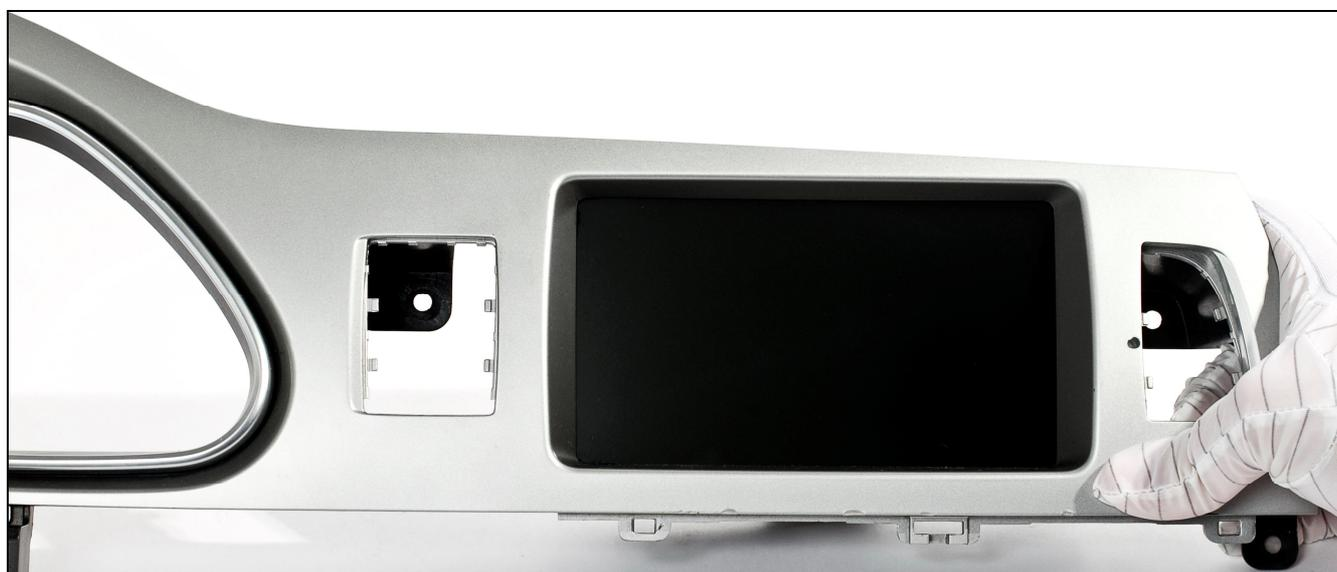

Рисунок 7
3. Демонтируем приборную панель, на которой закреплен штатный дисплей (**рис. 7**).